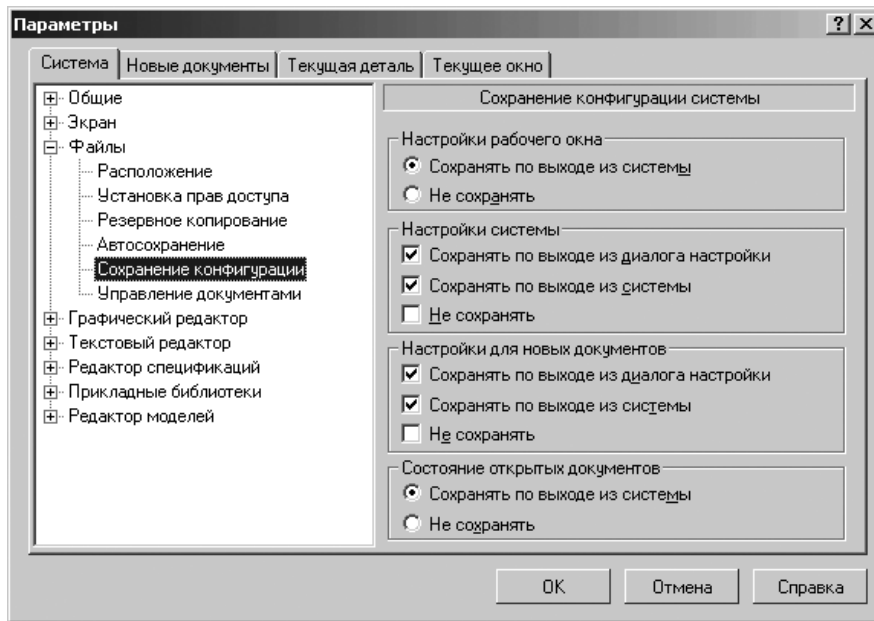

Рис. 9.14. Диалоговое окно **Параметры** с открытой вкладкой **Система** и открытой панелью **Сохранение конфигурации системы**
- щелкните по пункту **Сохранение конфигурации**. Откроется в правой части диалогового окна панель **Сохранение конфигурации системы** (рис. 9.14);